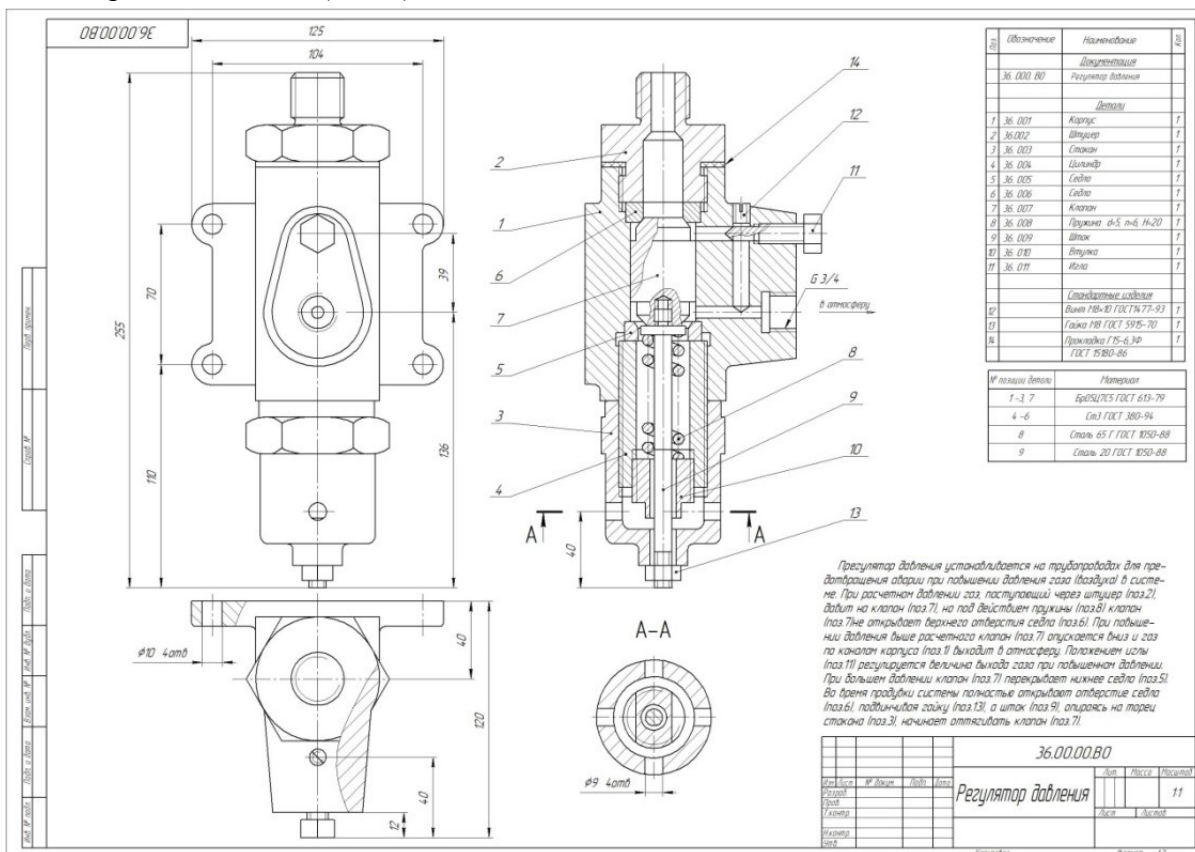

Рис.1 Образец варианта задания контрольной работы
1. Рис. 1	3. Рис. 3
4.	<p>Выберите правильный ответ типа выполнения шва сварного соединения изображенного на рисунке 1</p>  <p>Рис. 1</p> <p>Варианты ответов:</p> <ol style="list-style-type: none"> точечный шов по незамкнутой линии шов прерывистый в шахматном расположении по замкнутой линии
8.	<p>условное обозначение шва $\sqrt{Rz80}$</p>  <p>Рис. 1</p> <p>Выберите правильные ответы: на Рис.1 показан сварной шов:</p> <p>Варианты ответов:</p> <ol style="list-style-type: none"> с лицевой стороны с обратной стороны невидимый видимый
По заданному чертежу общего вида (Рис.1) выполнить рабочий чертеж детали позиции, указанной преподавателем (Рис.2)